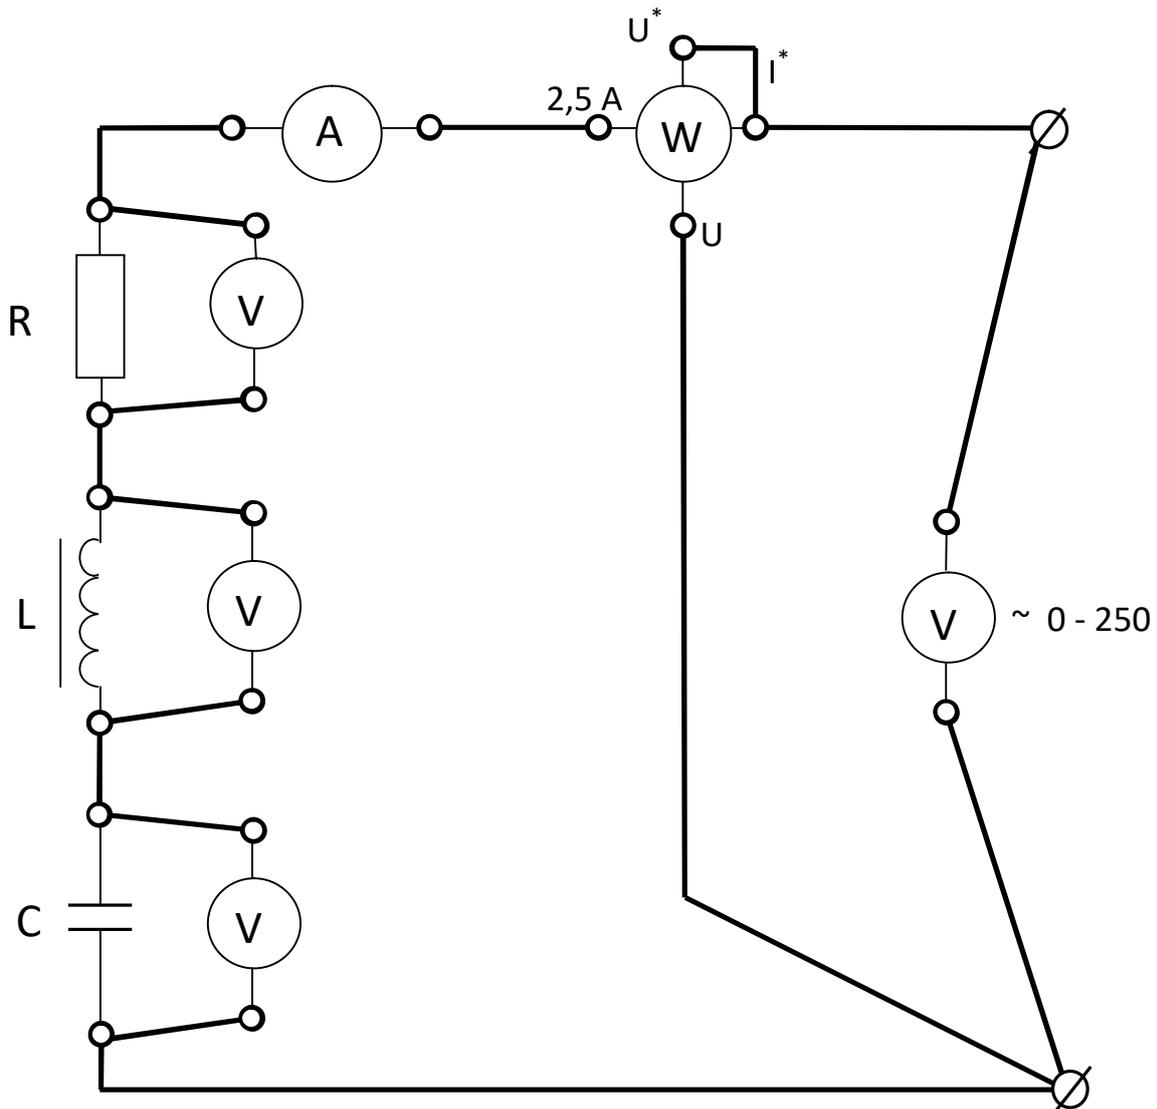

Рис. 2.9. Схема для исследования цепи с последовательно включенными резистором, реальной катушкой индуктивности и конденсатором
23. Соберите цепь, изображенную на рис.2.9.